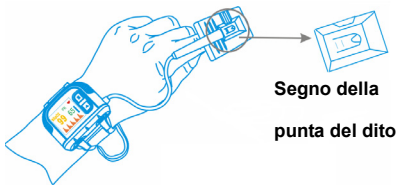

Figura 4 Dimostrazione posizionamento
1. Fissare il pulsossimetro sul braccio sinistro (Figura 4);
2. Quindi tenere la sonda con l'apertura verso il dito indice, La sonda deve essere orientata in modo che il lato del sensore con il segno della punta del dito sia in alto (Figura 4).